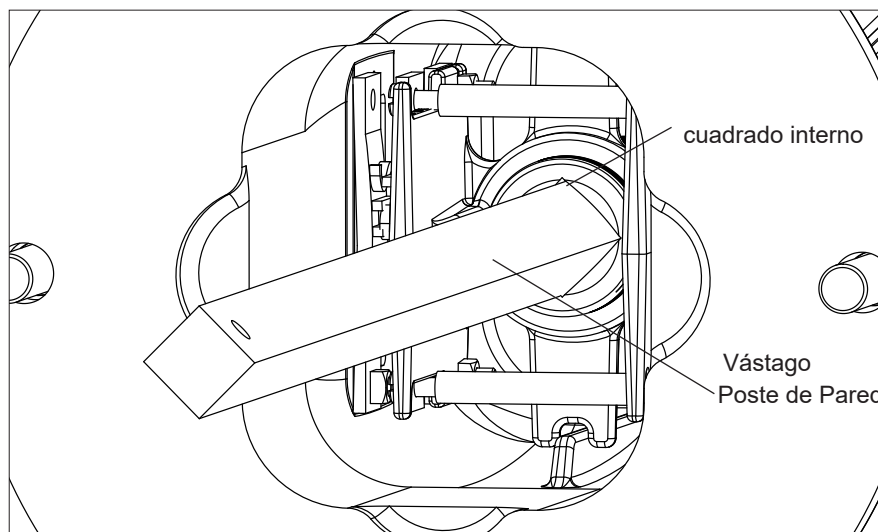

Fig. 6
6. Con un dispositivo de soporte suficiente, levante el conjunto de la cabeza del poste de pared y alinee el cuadrado interno de la tuerca con el vástago del poste. Puede ser necesario un pequeño ajuste del volante para colocar correctamente el relieve cuadrado. (Ver Fig.6)